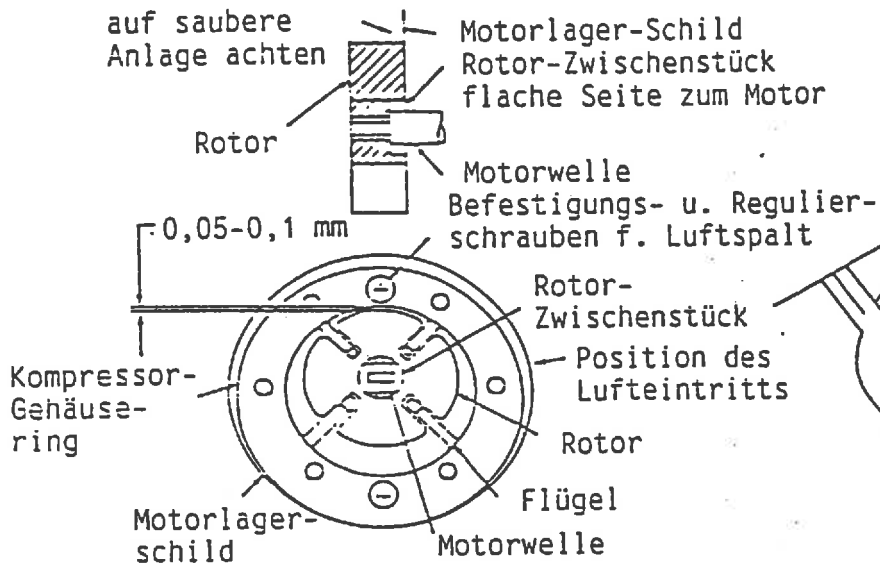

Bild 4
Den Luftkompressor nur von einem Fachmann reparieren lassen. Der Kompressor besteht aus dem Rotor mit 4 Kohleflügeln. Der Rotor ist mit Hilfe eines Mitnehmers auf der Motorwelle befestigt und dreht sich in einem Gehäuse ring. Bild 4.
- a) Legen Sie den Mitnehmer in den Rotor (Bild 4) und schieben beides auf die Motorwelle, anschließend montieren Sie den Gehäuse ring.
- b) Richten Sie den Gehäuse ring so, daß der engste Luftspalt (oben) ca. 0,05 bis 0,1 mm beträgt (Bild 4). Den Luftspalt messen Sie mit einer Fühllehre. Drehen Sie den Motor von Hand durch, er muß frei auslaufen. Ziehen Sie die Gehäuseschrauben fest an.